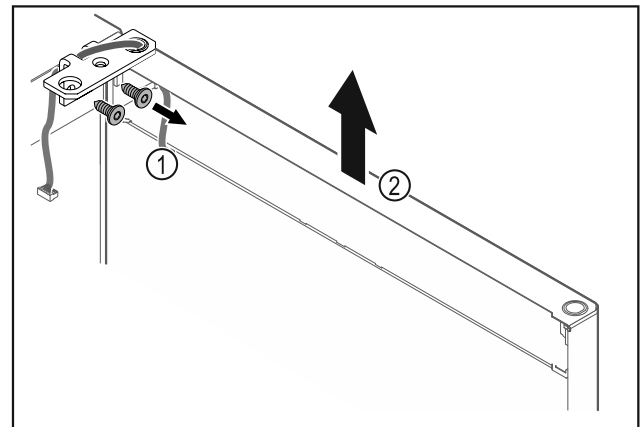

Fig. 22
- ▶ Отвинтите шарнирные уголки Fig. 22 (1).
- ▶ Дверь вместе с шарнирными уголками поднимите строго вертикально вверх Fig. 22 (2) приблизительно на 200 мм и снимите.